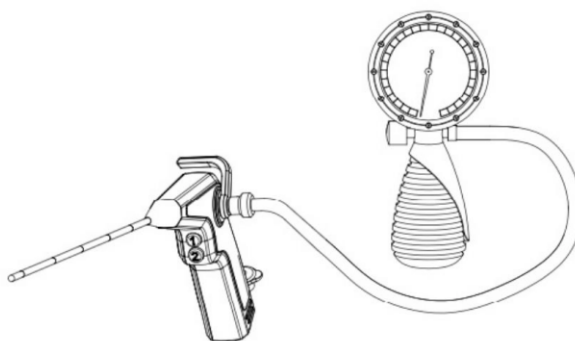

Fig7.7
3. Anexe o conector da tampa de compensação de pressão do testador de vazamento ao endoscópio conector e certifique-se de que está no lugar (conforme mostrado na Fig 7.7).